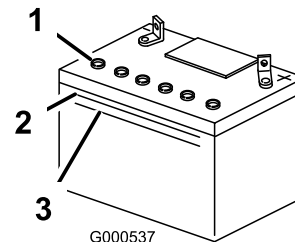

Bild 44
2. Sehen Sie sich die Seite der Batterie an. Der Füllstand muss bis zur oberen Linie reichen (Bild 44). Der Säurestand darf nicht unter die untere Linie fallen (Bild 44).
- Entfernen Sie die Entlüftungsdeckel von der Batterie (Bild 44).
- Gießen Sie langsam destilliertes Wasser in jede Batteriezelle, bis der Säurestand die obere Linie (Bild 44) am Batteriegehäuse erreicht.
- Warten Sie nach dem Füllen der Batteriezellen fünf bis zehn Minuten. Gießen Sie bei Bedarf destilliertes Wasser in jede Batteriezelle, bis der Säurestand die obere Linie (Bild 44) am Batteriegehäuse erreicht.